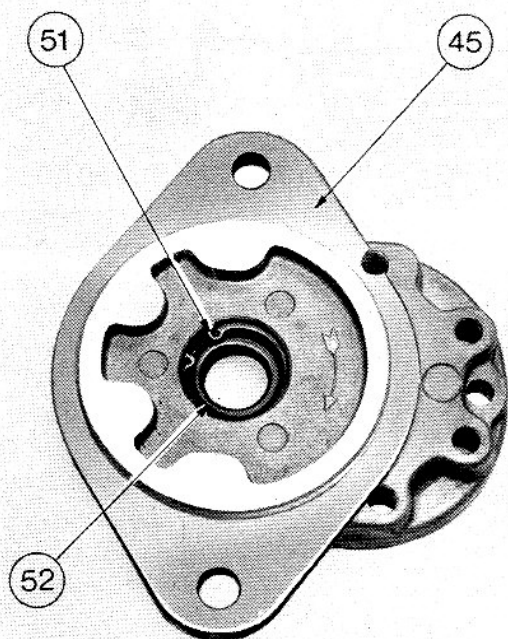

FIG. 6
4. Glisser les roulements flottants (48) hors des arbres de pignons (49 et 50).
5. Fig. 6. Déposer le jonc d'arrêt (51), puis déposer le joint (52).
1. Fig. 6. Poser un nouveau joint (52) sur la plaque d'embout avant (45), puis fixer le joint avec le circlip (51).